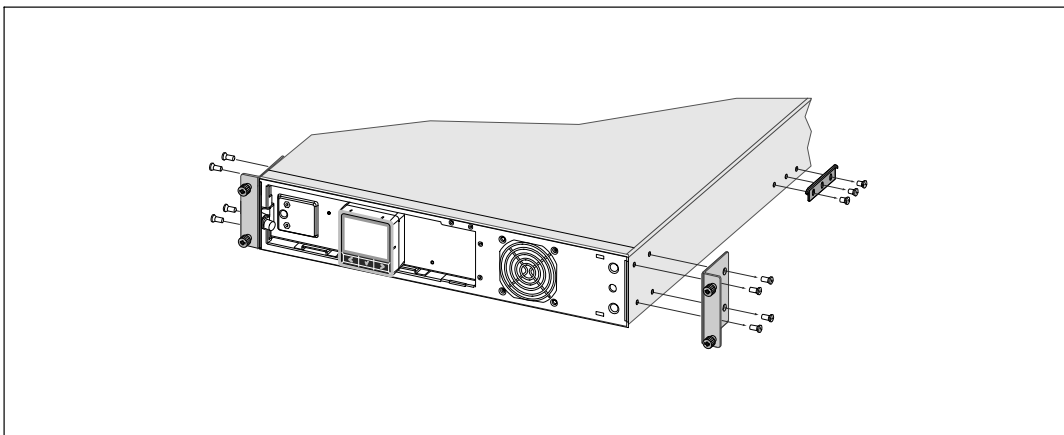

Abbildung 19. Entfernen der Montageklammern und der hinteren Halteklammern
- 1 Entfernen Sie die Montageklammern und die hinteren Halteklammern mit einem Kreuzschlitzschrauber vom Typ Phillips® #2 von der USV (siehe Abbildung 19).